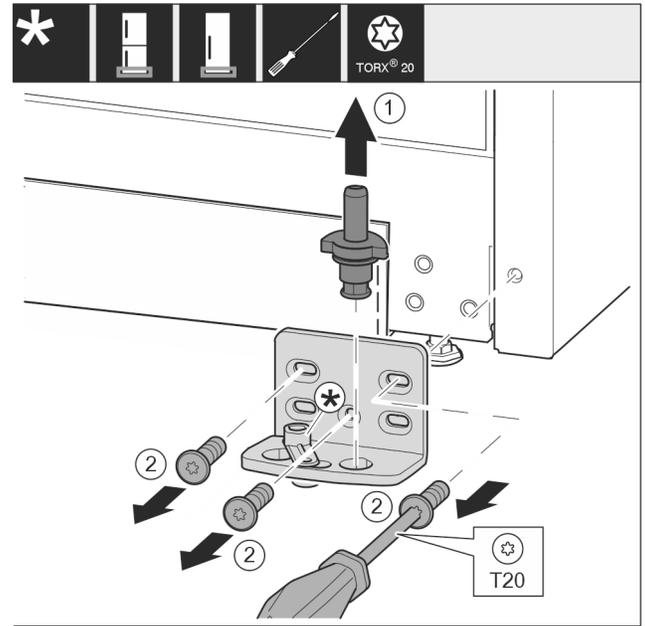

Fig. 10 *
- ▶ Sortir complètement l'axe de palier par le haut. Fig. 10 (1)*
- ▶ Desserrer les vis avec le tournevis T20 et enlever le support de palier. Fig. 10 (2)*